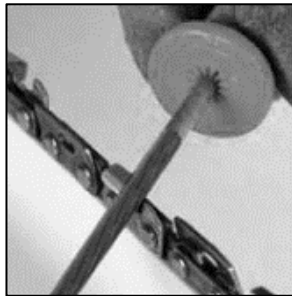

Fig.42
3. Placez la lime (non incluse) sur la dent à 30 °. (Fig. 42)